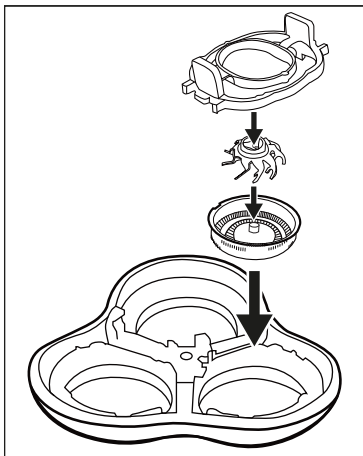

Bild 4
- 4) Montera ihop skärenheten **2** igen. Ta följande bild till hjälp (se bild 4).